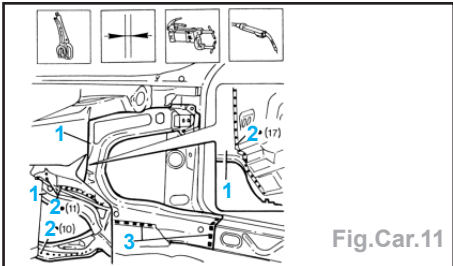

Fig.Car.11
- Positionner correctement la pièce intérieure (1) sur le véhicule en utilisant le gabarit et les pinces-étau (Fig.Car.11).